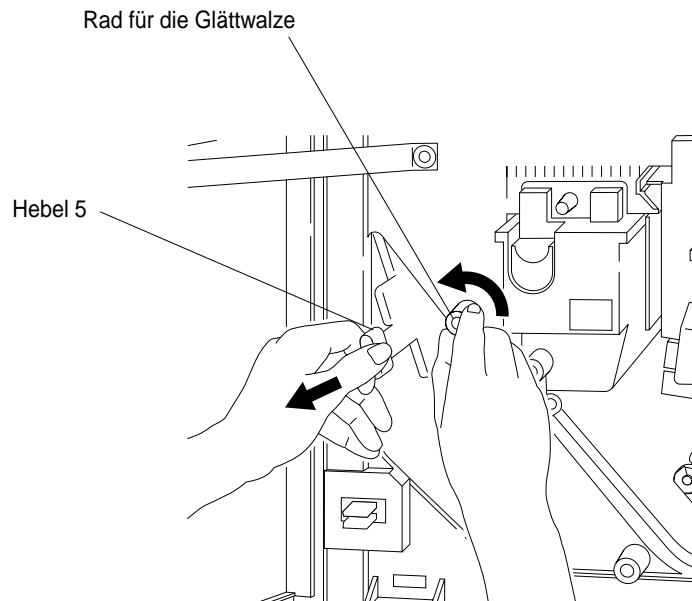

Abbildung 3-57 Beheben eines Papierstaus an der Umkehrungseinheit
2. Drücken Sie den Hebel 5 nach unten und weg von der Fixiereinheit, wie in Abbildung 3-57 gezeigt.